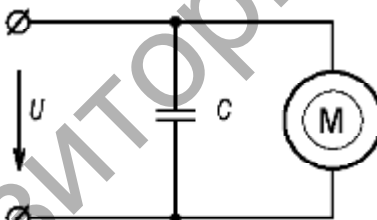

Рисунок 2.13
**Задача 2.12.** На сколько процентов уменьшится потребляемый из сети ( $U_{\text{ном}} = 220 В, f = 50 Гц$ ) ток при подключении конденсатора ёмкостью  $C$  параллельно однофазному асинхронному электродвигателю с номинальными параметрами  $P_{\text{ном}}$ ,  $\cos \varphi_{\text{ном}}$  и  $\eta_{\text{ном}}$ , работающему в номинальном режиме (рис. 2.13). При решении использовать исходные данные таблицы 2.12.